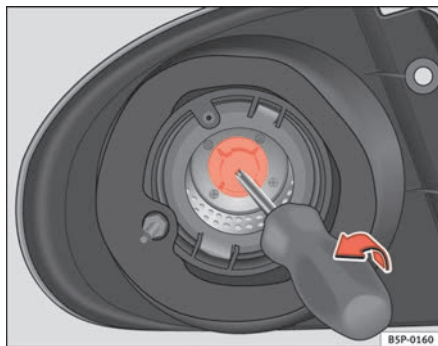

Fig. 193 Indicatore di direzione
- Estrarre il portalampane dell'indicatore di direzione con l'aiuto di un cacciavite seguendo il senso della freccia (si veda ⇒ fig. 193)